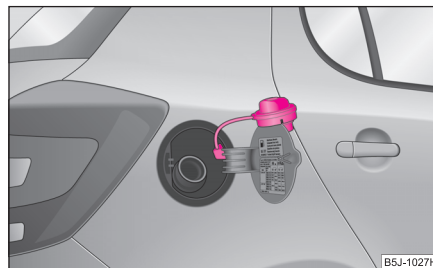

Abb. 143 Tankklappe mit abgeschraubtem Verschluss
Es gibt verschiedene Benzinsorten. Bitte lesen Sie das Kapitel Technische Daten, um zu wissen, welche Benzinsorte Ihr Fahrzeug benötigt. Die gleiche Information finden Sie auch an Ihrem Fahrzeug auf der Innenseite der Tankklappe ⇒ Seite 172, Abb. 143.
- Schrauben Sie den Tankverschluss linksherum heraus und setzen Sie ihn von oben auf die Tankklappe ⇒ Abb. 143. ▶